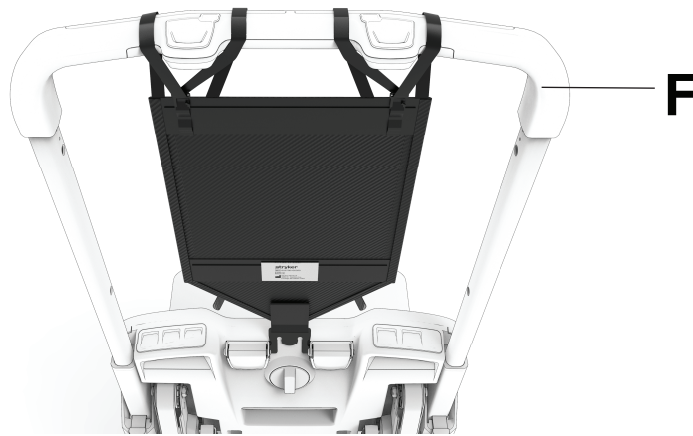

图 33 – 已安装头部支撑可选件
5. 调整抓杆 (F) 高度，使患者的头部可以靠在头部支撑上 (图 33)。